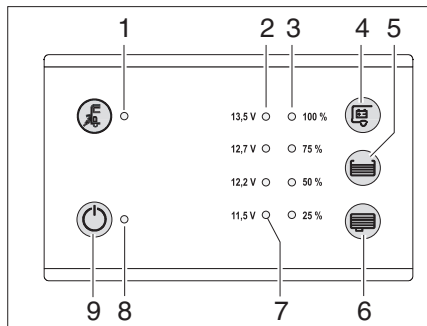

Fig. 70 Pannello di controllo LT 100
- ▶ Toccare il pannello a sfioramento del sensore dell'interruttore principale 12 V ON/OFF (Fig. 70, 9).
- ▶ Toccare il pannello a sfioramento del sensore di richiamo del valore della tensione della batteria dell'abitacolo (Fig. 70,4):
- ▶ Toccare il pannello a sfioramento del sensore richiamo del livello di riempimento del serbatoio dell'acqua (Fig. 70,5) o delle acque grigie (Fig. 70,6).